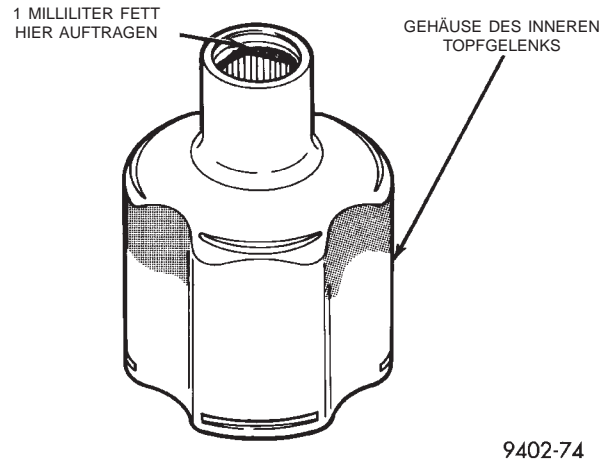

Abb. 13 Fett auf die Keilnutverzahnung des inneren Topfgelenks aufgetragen
(2) Eine Fettraupe, z.B. Mopar Mehrzweckfett oder gleichwertiges Fett, am Umfang auf die Keilnutverzahnung des inneren Topfgelenks auftragen (Abb. 13) (an der Stelle, an der der O-Ring am Gelenk anliegt). Beim Einbau des Topfgelenks verteilt sich dieses Fett dann auf der Keilwelle. Es verhindert Korrosion und dichtet den O-Ring ab.